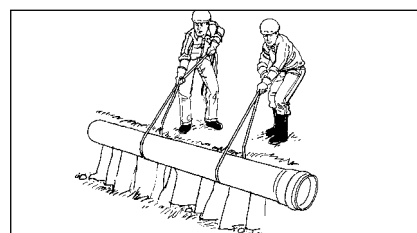

Рис. 12.
4. Для труб большого диаметра могут потребоваться грузоподъемные петли или специальная подъемная траверса (Рис. 12). Всегда используйте не менее двух петель.